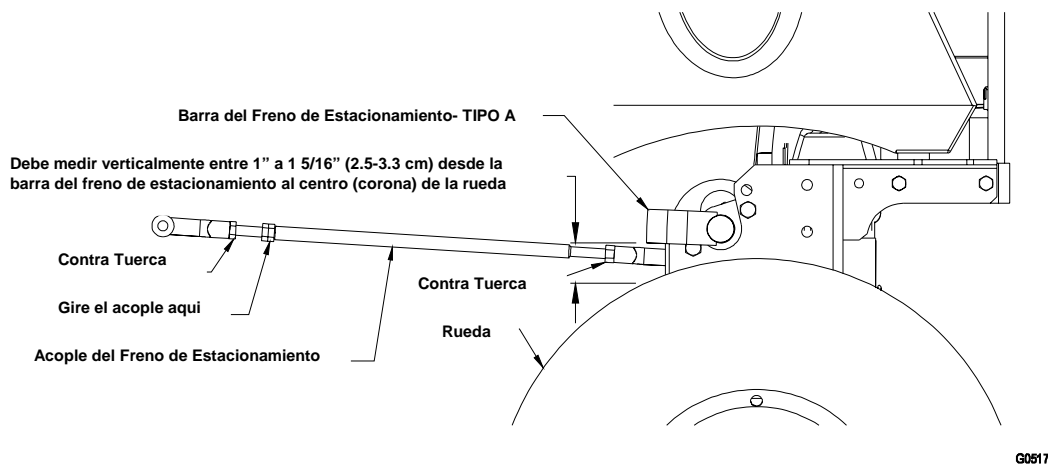

FIGURA 8
- d) Afloje las tuercas cerca de la horquilla en cada extremo de la varilla de acople del freno de estacionamiento. Vea FIGURA 8 o 9.
- f) Gire la varilla hasta que la distancia desde la esquina inferior del frente de la barra del freno mida de 1" (2.5 cm) a 1 5/16" (3.3 cm), dependiendo en el tipo de freno de estacionamiento instalado, con el freno desenganchado. Vea FIGURA 8 o 9.